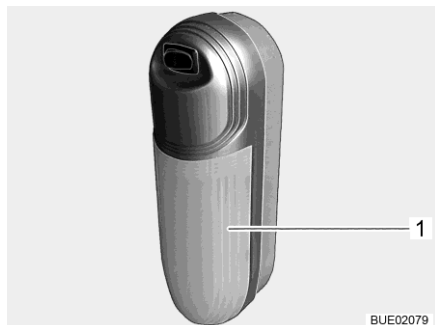

Fig. 294 Lámpara de montaje en superficie
- Apartar la cubierta transparente (Fig. 294,1) ligeramente del interruptor y quitarla.